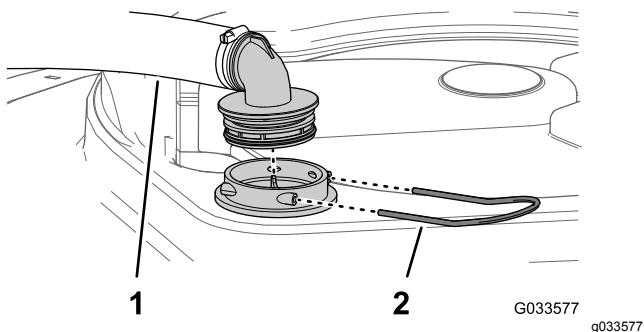

Рисунок 46
2. В верхней части бака опрыскивателя снимите держатель, который крепит шланговый штуцер, подсоединенний к большому шлангу, идущему от корпуса фильтра (Рисунок 46).
3. Отсоедините шланг и шланговый штуцер от корпуса фильтра (Рисунок 46).